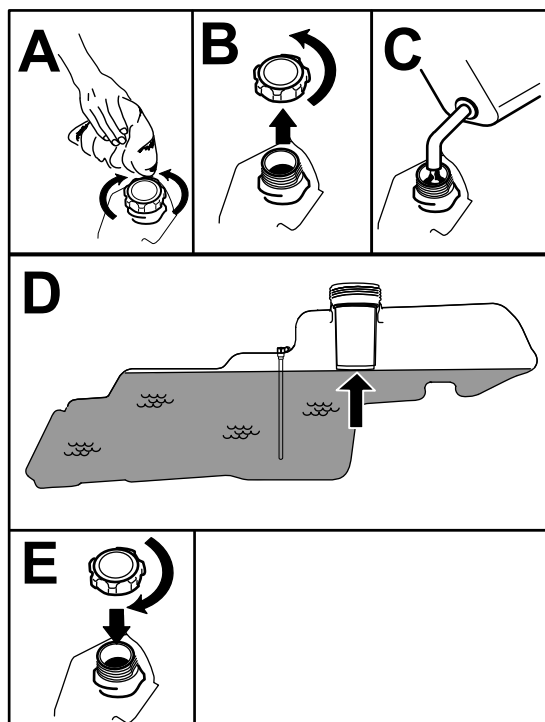

Figura 8
- Encha o depósito de combustível até à extremidade inferior do tubo de enchimento (Figura 8). Não encha completamente o depósito de combustível